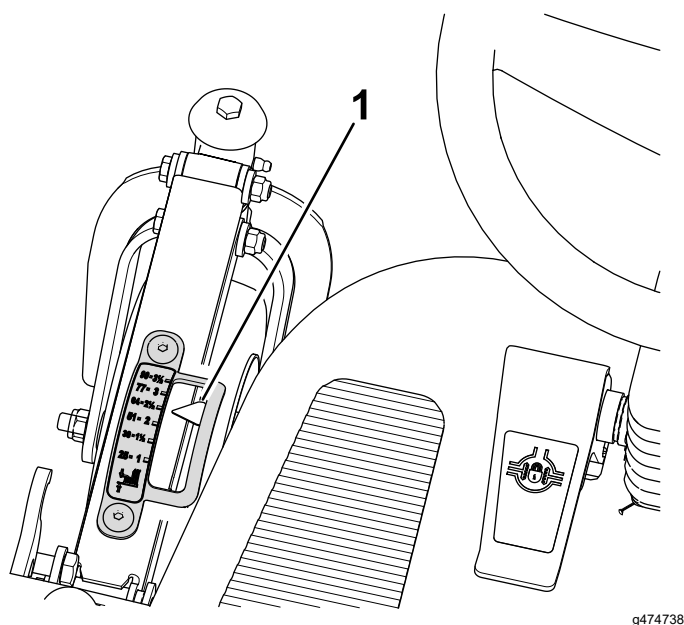

Figura 101
1. Ajuste la altura de corte a la posición de 64 mm (Figura 101).